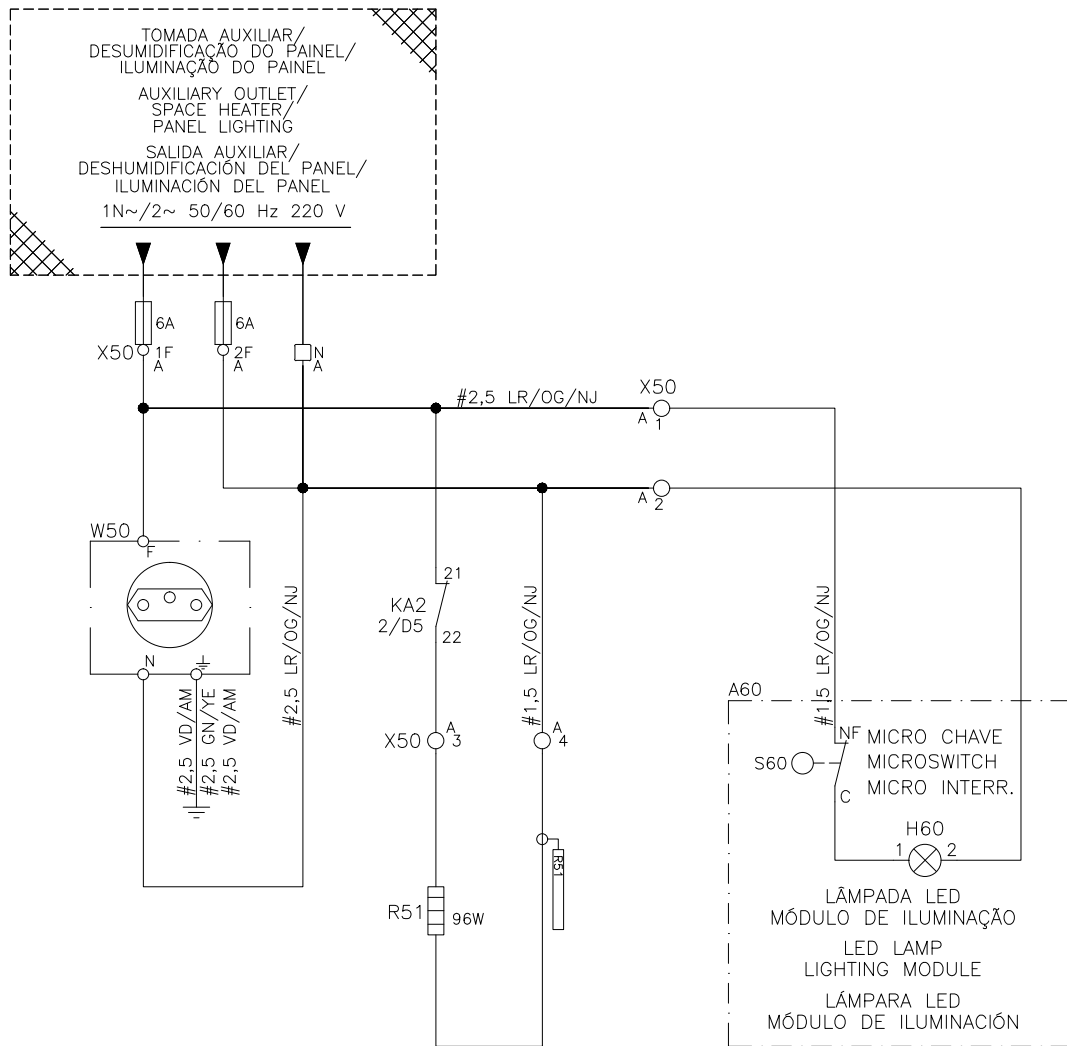

Figura 4.7: Detalhe elétrico do circuito auxiliar
- A conexão do AFW900 à rede elétrica deve ser feita de acordo com o projeto (Fase R/S/T) e na Barra Terra (aterramento da estrutura) conforme Figura 4.7 na página 99.